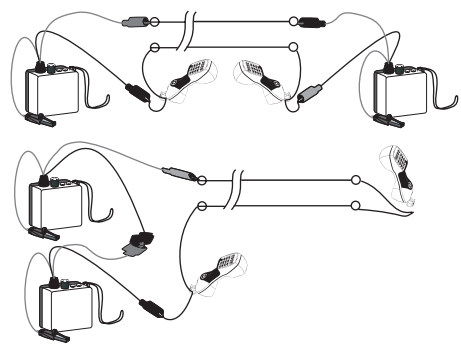

Figura 2. Suministro de la potencia para hablar
Conecte los cables de prueba en serie con un aparato de prueba para teléfonos (microteléfono) y el par de hilos inactivos (Figura 2). Mueva el interruptor de palanca a la posición SHORT (cortocircuito) para suministrarle a la línea “muerta” la potencia para hablar.
**Se pueden añadir aparatos de prueba adicionales en serie (pinza roja a pinza negra), para aumentar el suministro de potencia para hablar cuando sea necesario (Figura 2).**